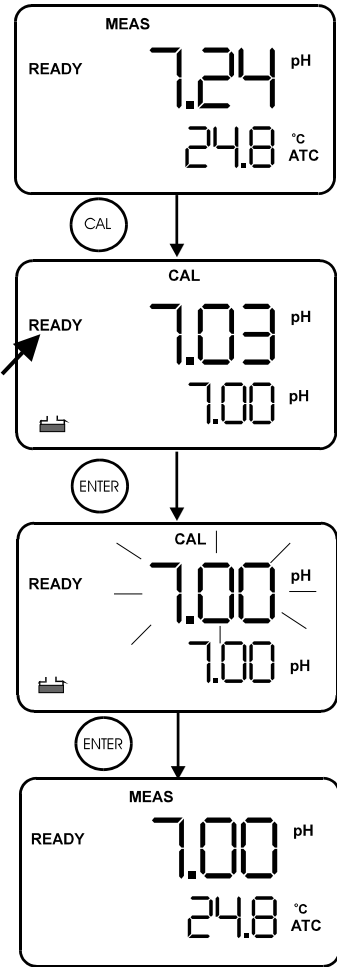

图 1: 一点校正
- 如果你想要一点校准, 按 **CAL/MEAS** 键回到测量模式开始测量读取读数 (见图 1)。